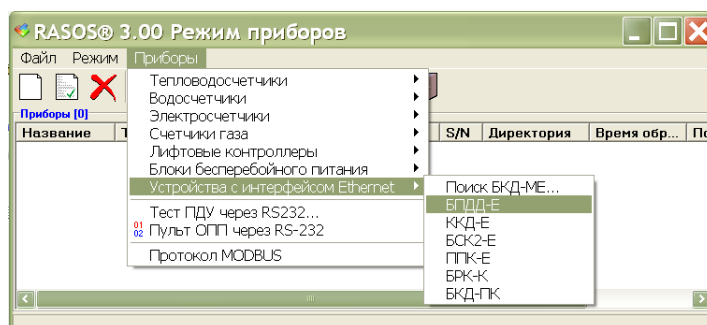

Рисунок 18 - Выбор БПДД-Е
2. Запустить программу RASOS и перевести ее в режим работы с приборами. В основном меню выбрать «Приборы/Устройства с интерфейсом Ethernet/БПДД-Е» (рисунок 18).